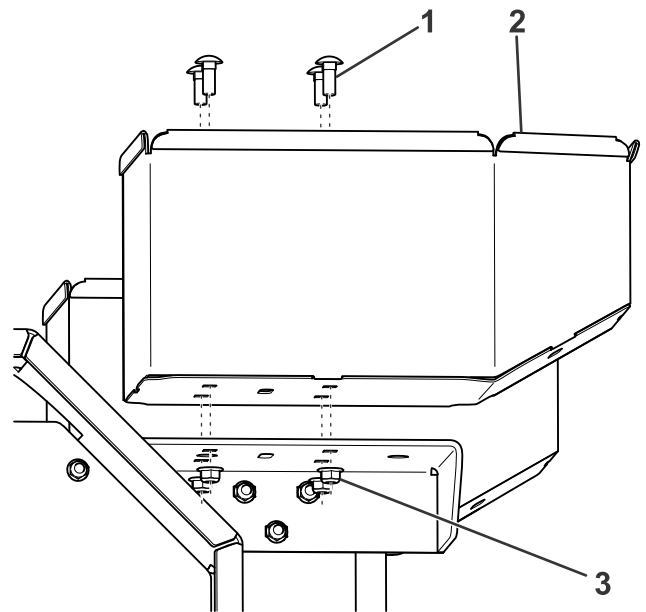

Figure 5
10. Fixez le bac aux supports à l'aide de 4 boulons (3/8 po) et écrous à embase (Figure 5).